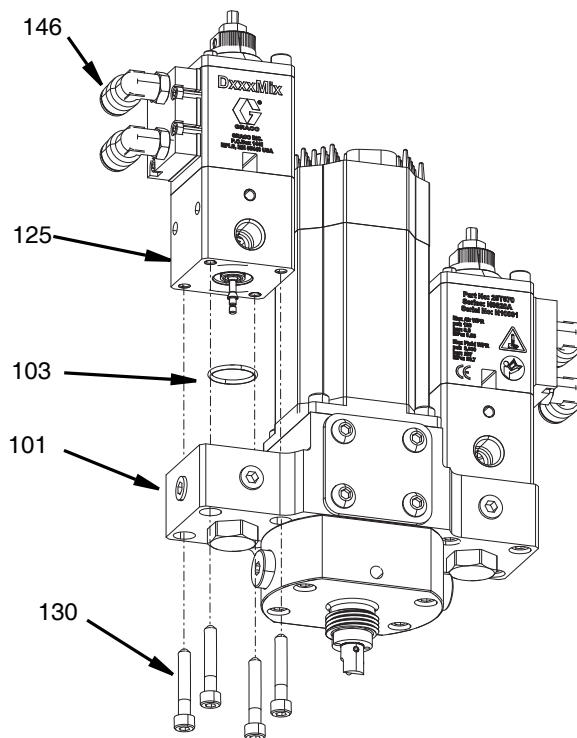

FIG. 28
3. Retirer les tubes ronds en nylon de 5/16 in. (141) des raccords soudés (156).
4. Retirer les quatre vis (130) maintenant la vanne (125) au carter de base (101) avec une clé Allen de 4 mm.
5. Retirer la garniture de joint torique (103). Voir FIG. 28.